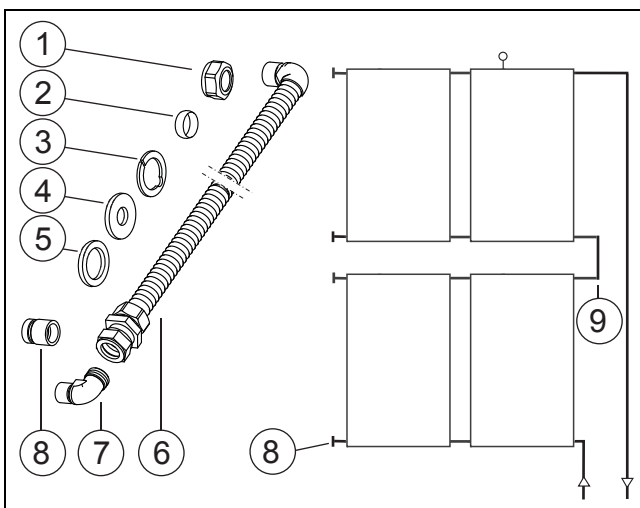

Рис. 65
- ▶ Наденьте заглушки с уплотнительными кольцами на штуцеры коллекторов и закрепите зажимами (→ рис. 65, [8]).